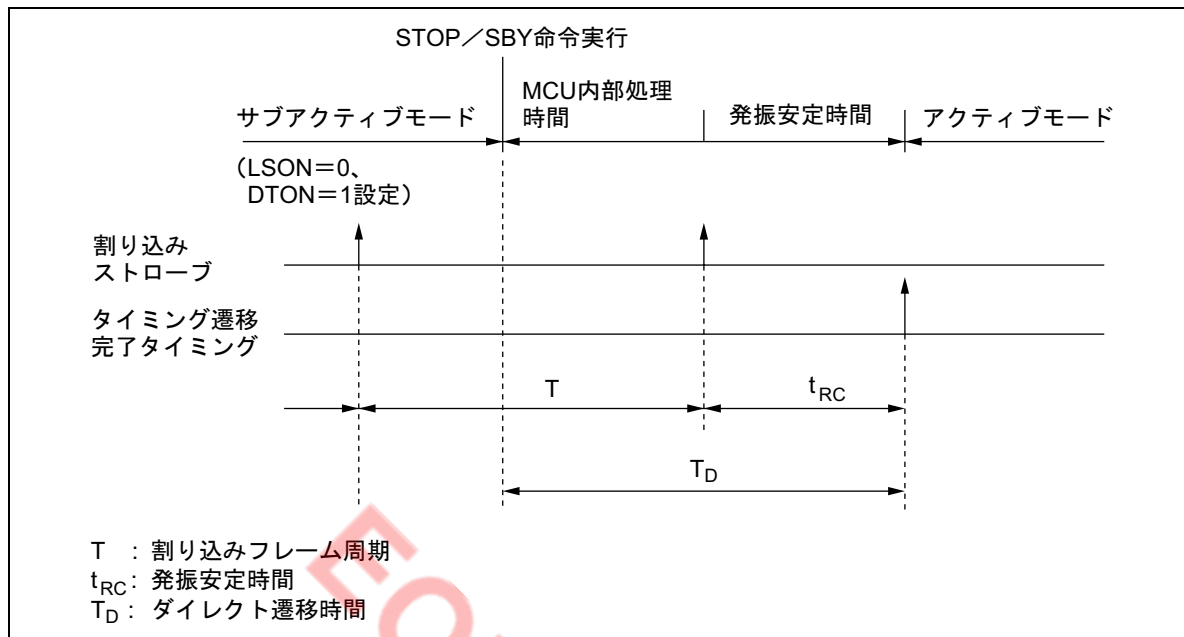

図 16 ダイレクト遷移タイミング
- ・ MCU は、サブアクティブモードから MCU 内部処理時間、および発振安定時間を確保した後、自動的にアクティブモードへ遷移します (図 16)。